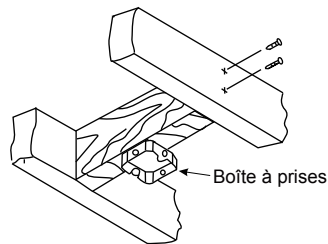

Fig. 1
**Étape 1.** Étape 1. Insérez la pale dans la fente de la plaque du bras de lame (Fig. 1). Fixez la pale avec les trois vis de lame et la rondelle en fibre (fournies).